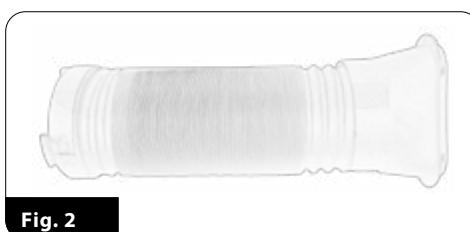

Fig. 2
- Skru monteringsringen (17) på den ene enden av utløpsrøret for varmluft (15). De tre tappene på ytterkanten av ringen (17), skal være på utsiden av utløpsrøret for varmluft (fig. 2). Skru monteringskoblingen på den andre enden av utløpsrøret for varmluft (15).